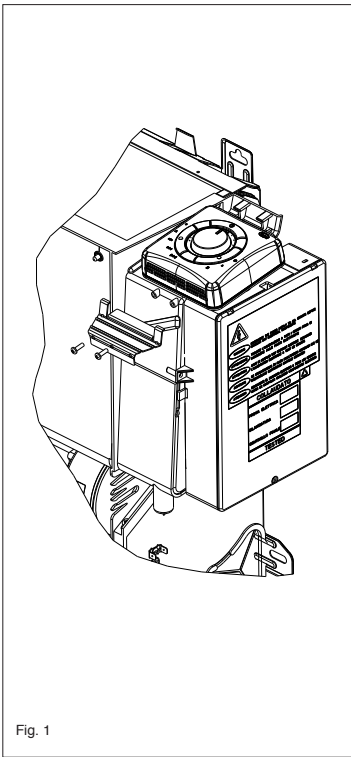

Fig. 1
- Access upper part of control box panel positioning the control as shown (fig. 1).
- Place the control in the proper metal plate tabs and fix it with the 2 screws supplied (fig. 1).
- Den Schaltkasten oben öffnen und die Regelung wie gezeigt positionieren (Abb. 1).
- Platzieren Sie die Steuerung in der vorgesehenen Halterung und fixieren Sie sie mit den 2 Schrauben an ihrem Platz (Abb. 1).
- Inserire il comando nelle apposite linguette e fissare la staffa con le 2 viti in dotazione (fig. 1).
- Accéder à la partie supérieure du panneau de commande en positionnant la commande comme indiqué sur la figure 1.
- Placer la commande dans les languettes appropriées de la plaque métallique et la fixer à l'aide des 2 vis fournies (fig. 1).
- Acceder a la parte superior del cuadro eléctrico, colocando el control de la forma indicada (fig. 1).
- Situar el control en las lengüetas de chapa adecuadas y fijarlo con los 2 tornillos suministrados (fig. 1).